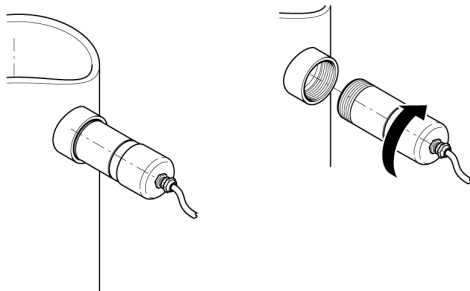

Рис. 3: Вкручивание в штуцер с резьбой
- непосредственно вкручен в имеющийся штуцер с резьбой R 11/2 (рис. 3)